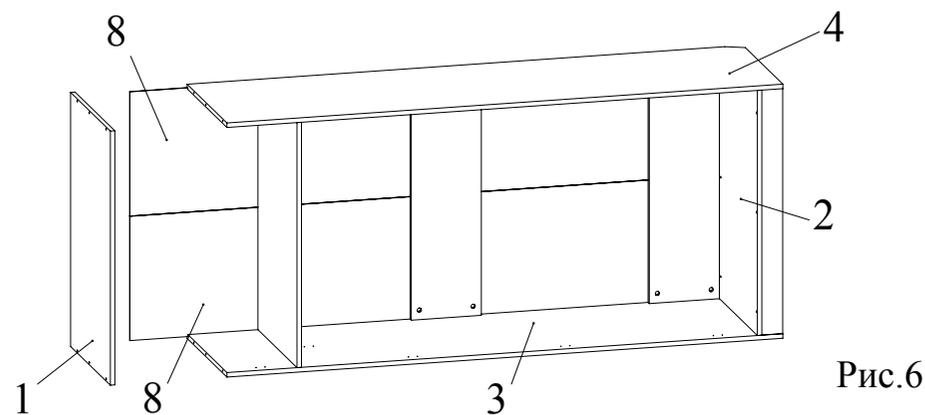

Рис.6
9. Вставить задние стенки из ДВП 8 в пазы боковины 3, 4 и дна 2. Между стенками из ДВП 8 вставить профиль для ДВП (Рис. 6). Закрепить при помощи четырех шурупов 3,5x16 задние стенки ДВП 8 к царге 6 с обратной стороны шкафа.
10. Соединить при помощи конфирматов 7x50 крышку 1 с боковинами 3, 4 (Рис. 6).